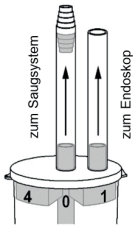

Abb. 1
1. Ligar a mangueira a partir da ligação do meio da armadilha ao sistema de sucção (Fig. 1).
2. Ligar o conector externo ao endoscópio (Fig. 1).